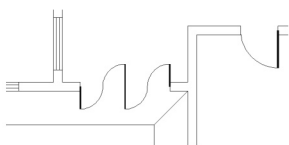

图 2.86 镜像生成出入口处大门
(4) 重复执行【镜像】命令并执行【删除】命令，结果如图 2.86 所示。